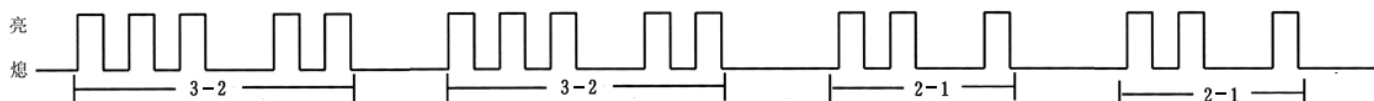

图 4-1 闪码时序图
4.2.5 故障码含义及故障排除方法：故障代码由两位数字组成，如 3-2、2-1。ABS 用指示灯连续闪烁（一次闪烁，灯亮约 0.3 秒）的次数表示各位数字的数值。第一位数字显示完毕，停顿（指示灯熄灭）约 0.8 秒后，显示第二位数字。如果系统存在多个故障，则每个故障码闪烁两遍后，开始闪烁下一个故障码。例如要显示 3-2、2-1 两个代码，则闪码时序图如图 4-1 所示：（例如均匀快闪 5 次，中间间隔亮 1 次，就是 5-1）